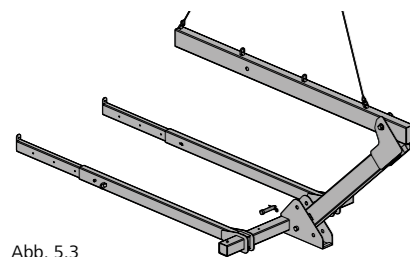
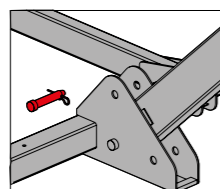

Abb. 5.3
Abb. 5.4
- Ziehen Sie mit dem Kran die Versetztraverse nun vollständig nach oben. (Abb. 5.3 und Abb. 5.4)